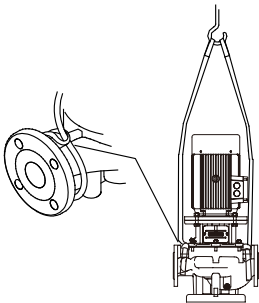

Fig. 1
①Насосы без подъемных проушин следует поднимать с помощью нейлоновых ремней. Fig. 1